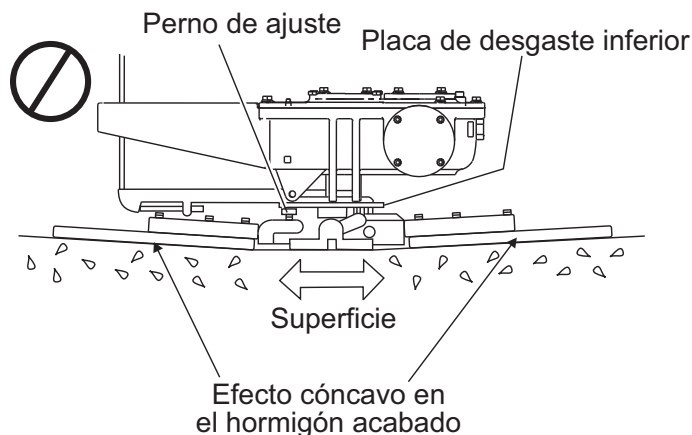

Figura 35. Alineación incorrecta de la placa de cruceta
2. Inclíne las hojas a una posición tan plana como sea posible. Todos los pernos de ajuste deben apenas hacer contacto con la placa de desgaste inferior en la cruceta. Si una no hace contacto, será necesario ajustarla. (Figura 35).
La Figura 35 indica, “alineación incorrecta”, bujes de cruceta desgastados o brazos de alisadora doblados. Compruebe que el perno de ajuste apenas haga contacto con la placa de desgaste inferior (holgura máxima de